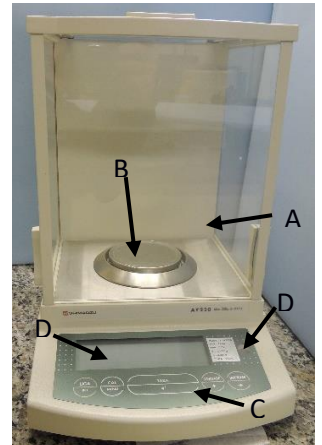
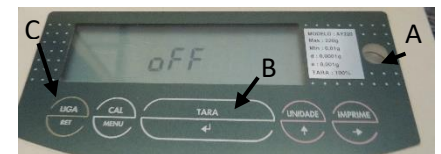

Figura 1. Balança analítica.
Figura 2. Display tela inicial.
- 1.1. Câmara de pesagem (Figura 1.A);
- 1.2. Prato de pesagem (Figura 1.B);
- 1.3. Painel de controle (Figura 1.C);
- 1.4. Visor (Figura 1.D);
- 1.5. Indicador de nível (Figura 1.E).
2.1. Instale a balança analítica (Figura 1) sobre uma bancada firme, nivelada e livre de vibrações. Verifique o nivelamento da balança através do indicador de nível instalado em seu visor (Figura 2. A). Para nivelar a balança, gire os pés da mesma até que a bolha de ar do indicador de nível (Figura 3) encontre-se centralizada.
2.3. Após plugar o aparelho na tomada, o equipamento realizará o auto-teste e, ao terminar, mostrará o termo "Off" no visor (Figura 2).
2.4. Pressione a tecla "LIGA/RET" (Figura 2. C). Todo o visor acenderá por um instante, então o visor automaticamente mostrará um número aleatório e entrará em modo de medição (Figura 4). Pressione novamente a tecla "LIGA/RET" para entrar no modo "Stand-By" (Figura 5). Deixe a balança com energia, no modo "Stand-By", por aproximadamente 4 horas, para estabilização/aquecimento.
amostra (ex. vidro de relógio, béquer, papel para pesagem, etc.) no prato de pesagem (Figura 1. A), o valor mensurado aparecerá no visor.
2.5.2. Caso deseje medir uma matéria com auxílio de um suporte (vidrarias, papel alumínio, papel para pesagem, etc.), insira o mesmo na câmara da balança e posicione sobre o prato de pesagem. Feche a porta e pressione a tecla “TARA” (Figura 2. B). Abra a porta e insira o material a ser pesado. Feche a porta e guarde 5 segundos ou até aparecer a seta de estabilização do peso (Figura 7. B).
2.6. Ao término da pesagem, remova o material e pressione a tecla “LIGA/RET” (Figura 2.C) para a balança entrar no modo “*Stand-By*” (Figura 5).